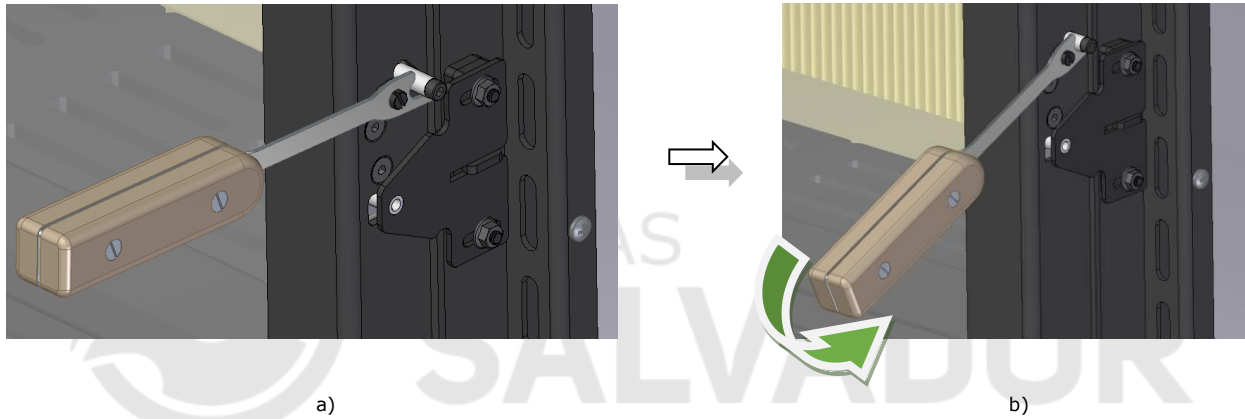

Figura 19 – a) Posición correcta de la llave, b) Movimiento de apertura de la puerta
- a) Coloque la llave en la posición correcta, véase la Figura 19-a.
- b) Movimiento de apertura de la puerta, véase la Figura 19-b.